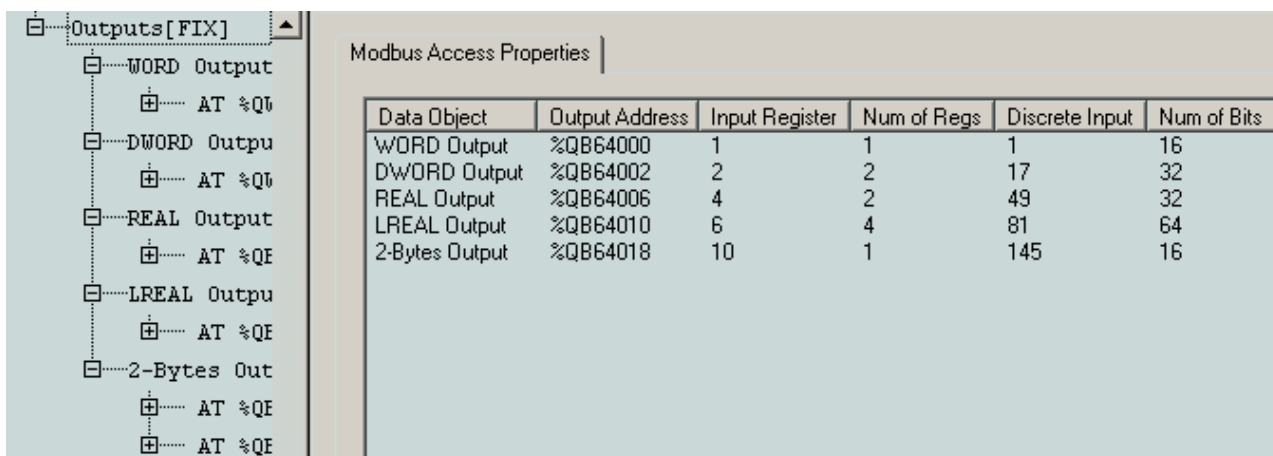

Рис. 5. Список и параметры доступа к выходным объектам данных сервера MODBUS
1. Выбрать корневой элемент объекта (секция *Inputs* или *Outputs*) в древовидном списке конфигурации сервера, получить параметры доступа ко всем объектам данной секции, как показано на рис. 5.